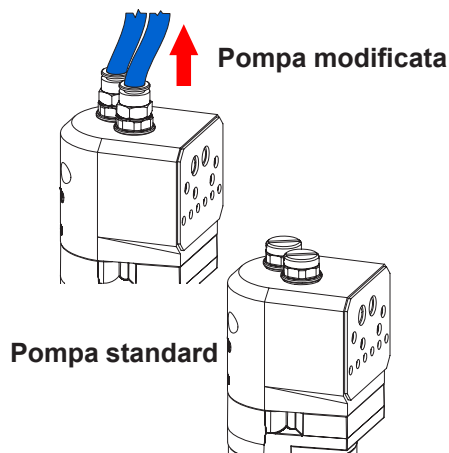

Figura 14 Rimozione del tubo dell'aria di spurgo.
1. Vedi Figura 14. Effettuare un cambio di colore per rimuovere la polvere vecchia dalla pompa, poi depressurizzare l'aria del sistema e scollegare il tubo dell'aria di spurgo.